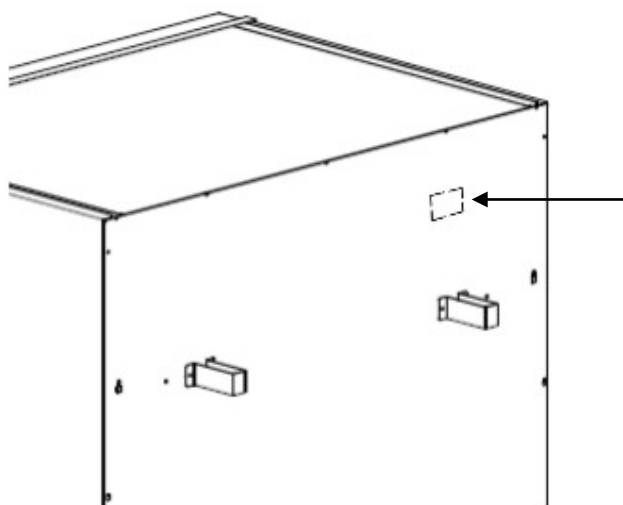

Figure 16: Vue d'arrière UF V avec le port d'accès pré-perforé
- Sortir le carré pré-perforé dans la paroi arrière (Figure 16) avec une paire de pinces appropriée